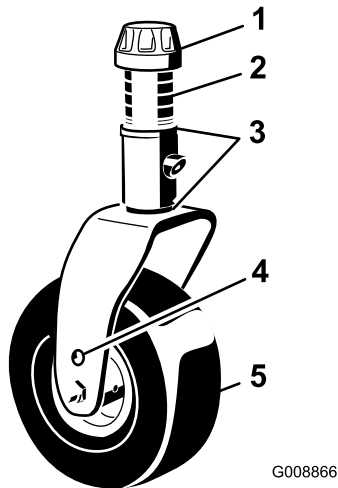

Figure 20
3. Placez les axes des roues pivotantes dans les mêmes trous sur les deux fourches (Figure 20).
4. Enlevez le chapeau de tension de l'axe de pivot (Figure 20) et sortez l'axe du bras pivotant.